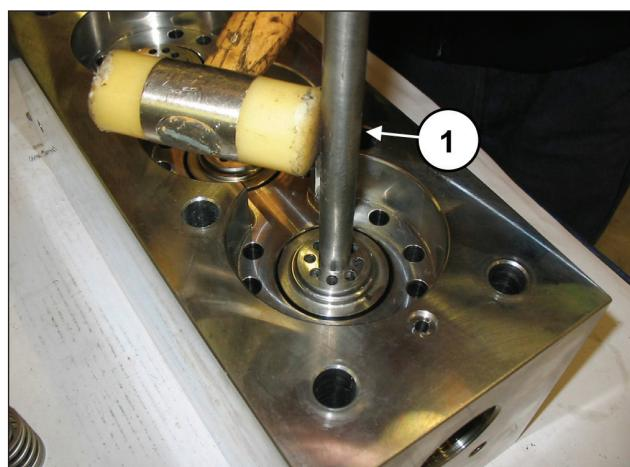

Abb. 104
**Lösen Sie die ggf. durch Kalk oder Oxid am Kopf verklebten Ventilsitze, indem Sie das entsprechende Werkzeug (Art. 034300020) in die Druckbohrung einsetzen (Pos. ①, Abb. 104).**